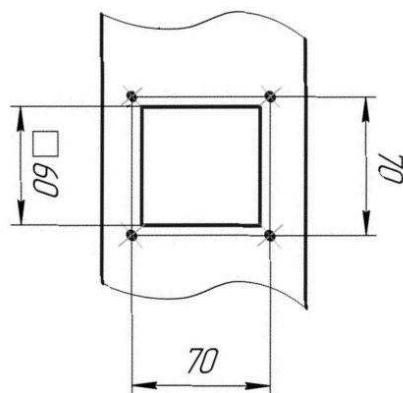

Рис. 6. Разъем крепления патрубка пылеотсасывающего аппарата.
- 9.5 Для подключения пылеотсасывающего агрегата на станке имеется разъем крепления патрубка (см. рис.6), разъемы расположены на задних стенках кожухов;